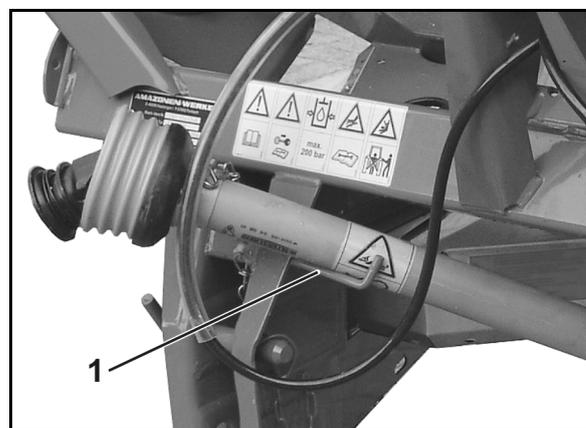

Fig. 34
5. Pouse o veio de transmissão no dispositivo de fixação previsto para o efeito (Fig. 34/1).